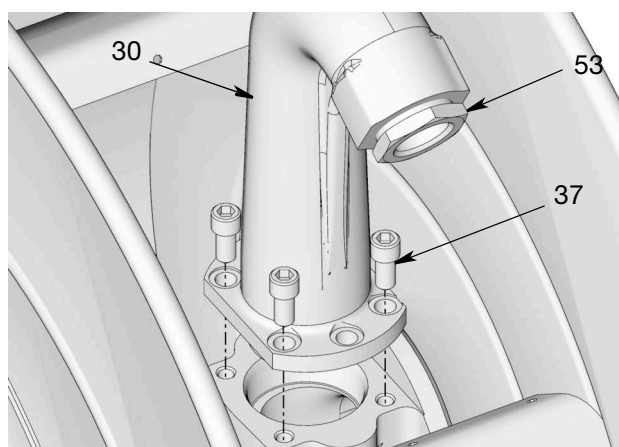

FIG. 6: Représentation de la sortie basse pression. Les modèles à moyenne pression utilisent 6 boulons
3. Pour installer le flexible plus facilement, retirer la sortie (30) de la bobine. Retirer les boulons (37) qui maintiennent la sortie vers la bobine (FIG. 6).
4. Appliquer un produit d'étanchéité pour filetage ou mettre un ruban en PTFE autour des filetages du réducteur (53) (si nécessaire). Installer ensuite le réducteur (53) dans l'extrémité de la sortie (FIG. 6). Utiliser deux clés placées sur les méplats, en les tournant dans des sens opposés, pour serrer fermement le réducteur sur le raccord de la sortie.